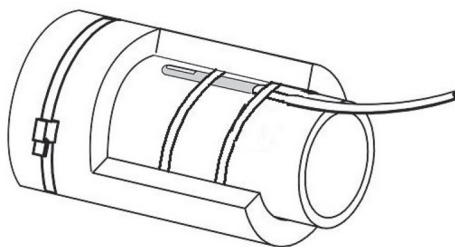

Рисунок 10 - Установка датчика температуры и теплоизолирующей гильзы
12. Установить теплоизолирующую гильзу поверх датчиков при помощи пластиковых хомутов входящих в комплект поставки (Рис. 10).
Проверьте наличие заземления котла, бункера и пеллетной горелки (болты заземления М6 находятся на задней ножке котла, задней опоре бункера и нижнем основании горелки) (Рис. 10) и наличие заземления розетки сети 220В.